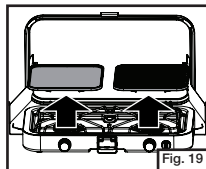
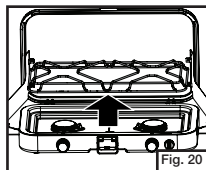

Fig. 19
Fig. 20
- Levante el accesorio de parrilla, la plancha y el soporte para sartenes. (Fig. 19 & Fig. 20)